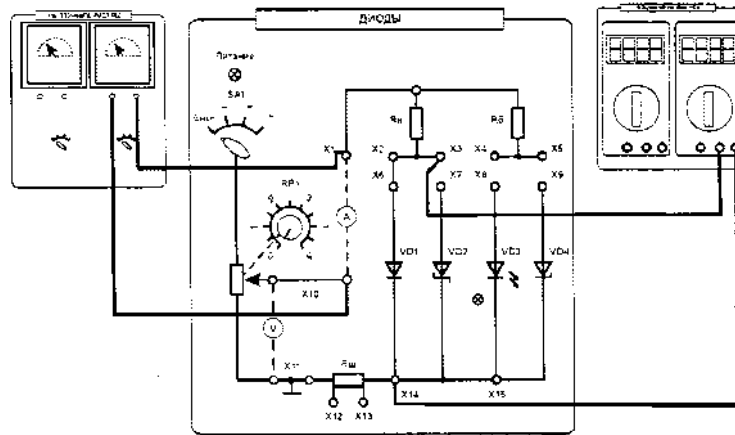

Рис. 2
3.1.1. Собрать схему для исследования выпрямительного диода VD1 на постоянном токе. Соединить перемычкой гнезда X2 и X6. Для измерения анодного тока между гнездами X1 и X10 включить миллиамперметр на пределе измерения 100 мА (x1000), для измерения анодного напряжения между гнездами X3 и X15 включить мультиметр в режиме измерения постоянного напряжения (рис. 2). Включить электропитание стенда и установить переключатель SA1 в позицию «+».
3.3.1. Собрать схему для исследования стабилитрона на постоянном токе (аналогично схеме по рис. 2). Выполнить пункт 3.1.2 для стабилитрона. Построить график зависимости выходного напряжения U_{cm} от тока I_{cm} . Результаты занести в табл. 6.